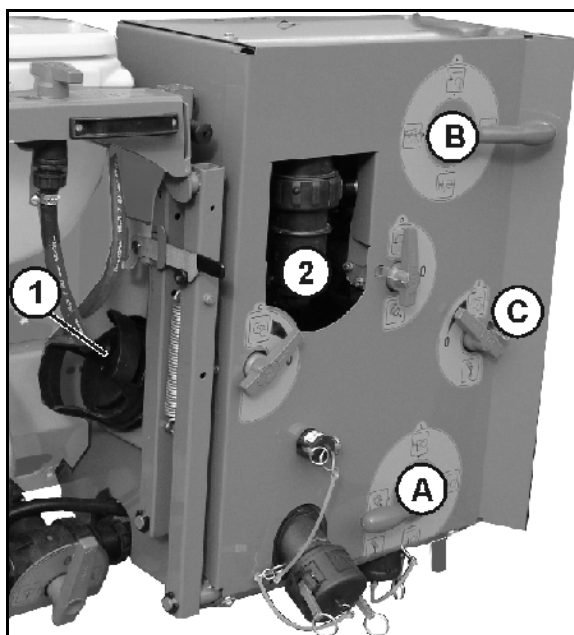
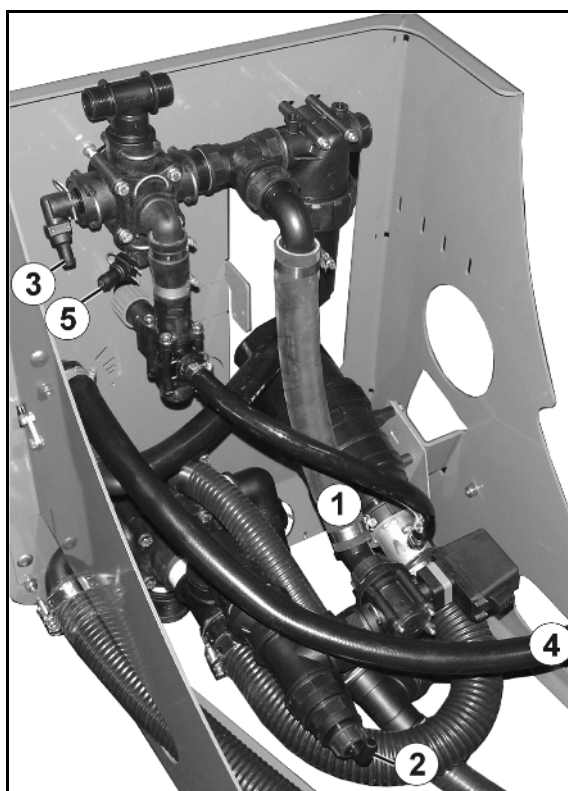

Fig. 139
Fig. 140
2. Desmontar e limpar o filtro de aspiração (Fig. 139/1). Para o efeito, consultar na página nº 187.
- 5.1 Esvaziar o filtro de pressão (Fig. 139/2) através da torneira **C**.
- 5.2 Desaparafusar a mangueira do agitador (Fig. 140/4) (na torneira **C**) do depósito de calda.
6. Desaparafusar a mangueira de alimentação (Fig. 140/1) da válvula reguladora. A mangueira de alimentação liga a torneira de comando VARIO do lado da pressão (Fig. 139/B) ao conjunto de aspiração.
7. Desaparafusar a mangueira de retorno (Fig. 140/2) do conjunto das secções da torneira de comando VARIO do lado da aspiração (Fig. 139/A).
9. Retirar a mangueira de limpeza interior (Fig. 140/3) da torneira de comando VARIO do lado da pressão (Fig. 139/B).
11. Retirar também a mangueira de limpeza exterior, se não existe nenhuma limpeza exterior (Fig. 140/5).
15. Mudar várias vezes todas as posições de comando na torneira de comando VARIO do lado da aspiração (Fig. 139/A) e da torneira de comando VARIO do lado da pressão (Fig. 139/B).